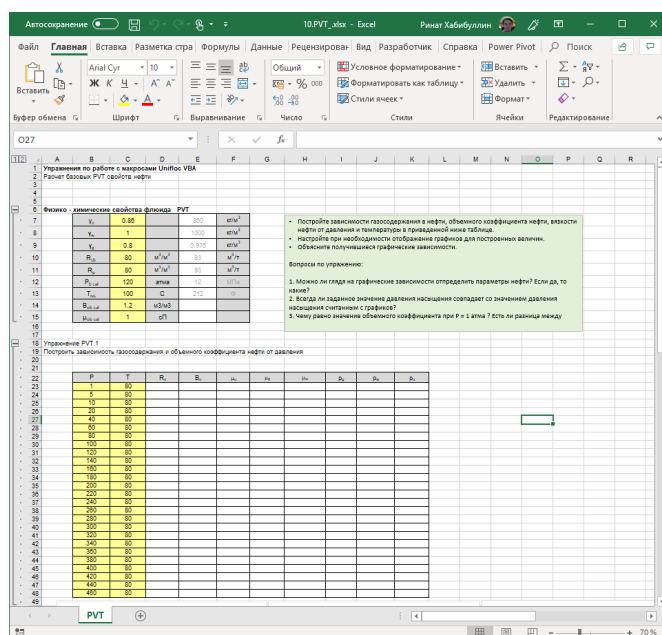

Рис. 3.2 — Открытый файл с упражнением 10.PVT.xlsx
2. Откройте файл с упражнением 10.PVT.xlsx (смотри рис. 3.2).